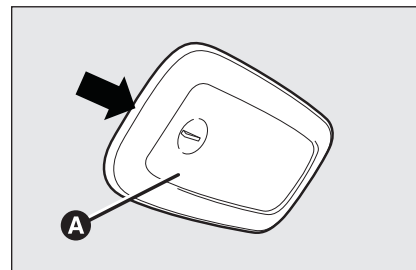

fig. 38
- ☐ agir sur le point indiqué par la flèche et enlever le plafonnier **A-fig. 38**;